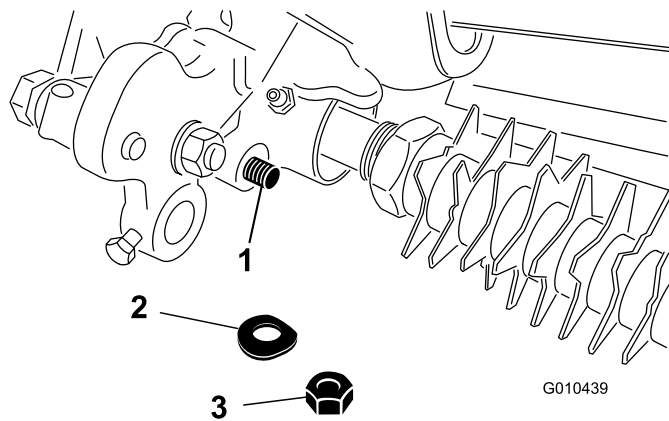

Figura 29
4. Retire la contratuerca y la arandela de muelle que sujetan el extremo de la varilla del brazo de ajuste de la altura de corte al conjunto de transmisión del acondicionador (Figura 29).